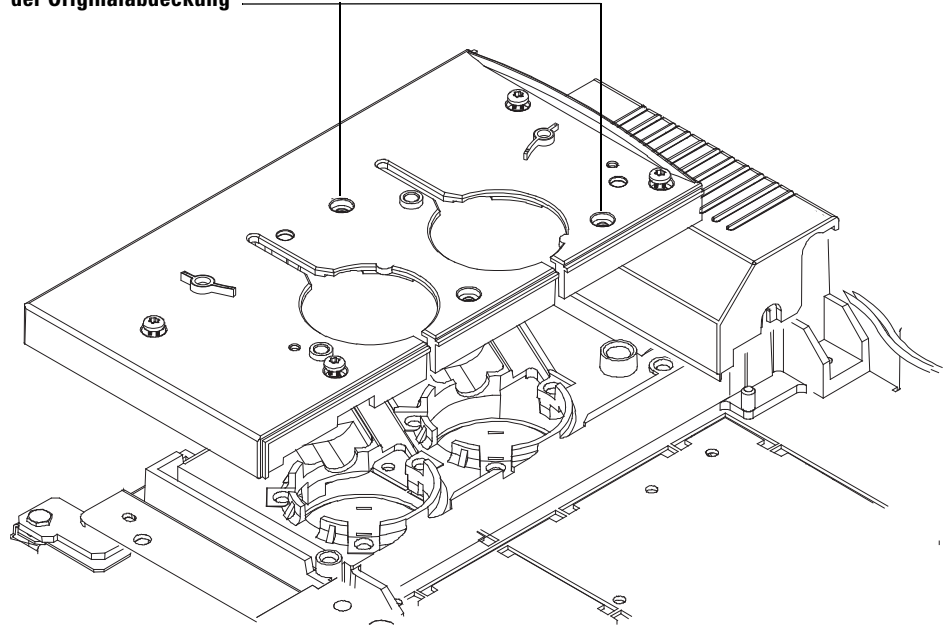

Abb. 3 Austauschen der oberen Abdeckung des Injektionsanschlusses und der Einlassventilatorabdeckung (GCs der Serie 6890)
- 4 Befestigen Sie die neue obere Abdeckung des Injektionsanschlusses mit zwei Schrauben der Originaleinlassabdeckung in den Löchern an den vorgegebenen Positionen (Abbildung 3).